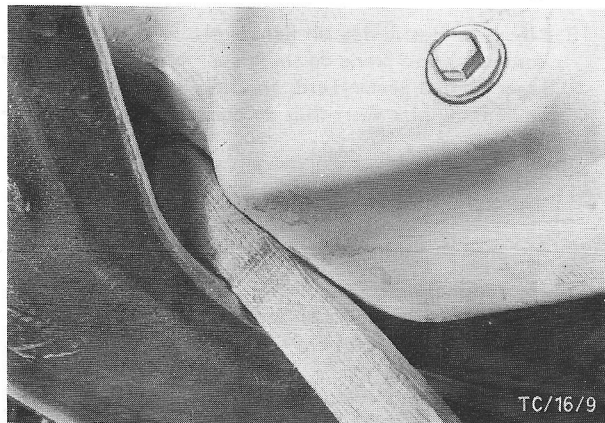

Fig.14 Houten blok tussen ondercarter en voorste motorsteun.
14. Monteer de achterste motorsteun met de bouten onder de carrosserie en zet de versnellingsbak op de motorsteun vast. Verwijder het houten blok dat tussen de voorste motorsteun en het ondercarter werd geplaatst (fig.14).